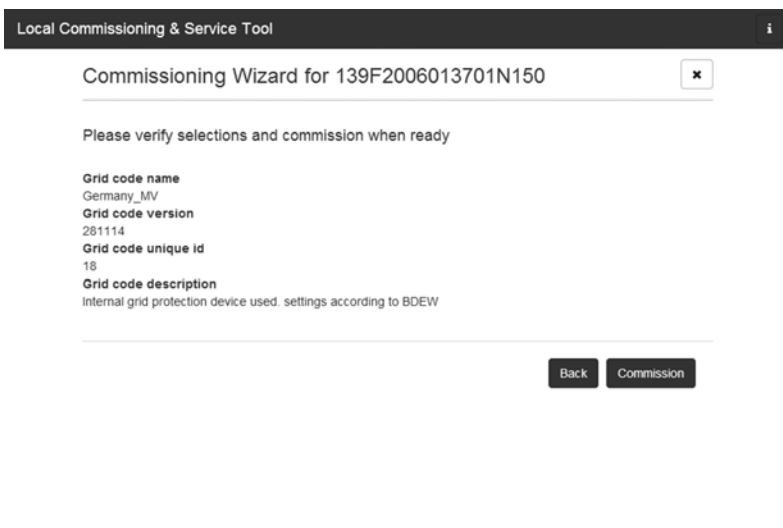

Figura 5.7 LCS-Tool - Verifica del paese e del codice di rete
9. LCS-Tool chiede di confermare il paese selezionato e il codice di rete. Vedere figura 5.7. Una configurazione non corretta può essere modificata usando il pulsante **[Back]** e cambiando le impostazioni nella finestra precedente.